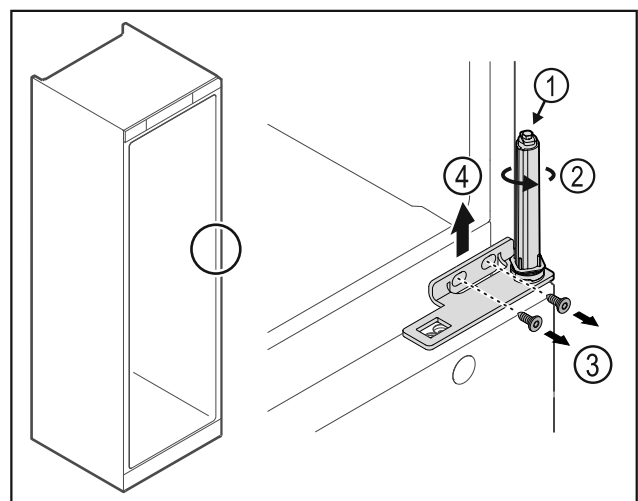

Fig. 27
- ▶ Не розбирати систему закриття дверей Fig. 27 (1).
- ▶ Повертати систему закриття Fig. 27 (2) до клацання.
- Ослабити гвинти Fig. 27 (3), шарнірний кутик Fig. 27 (4) зняти рухом вгору.